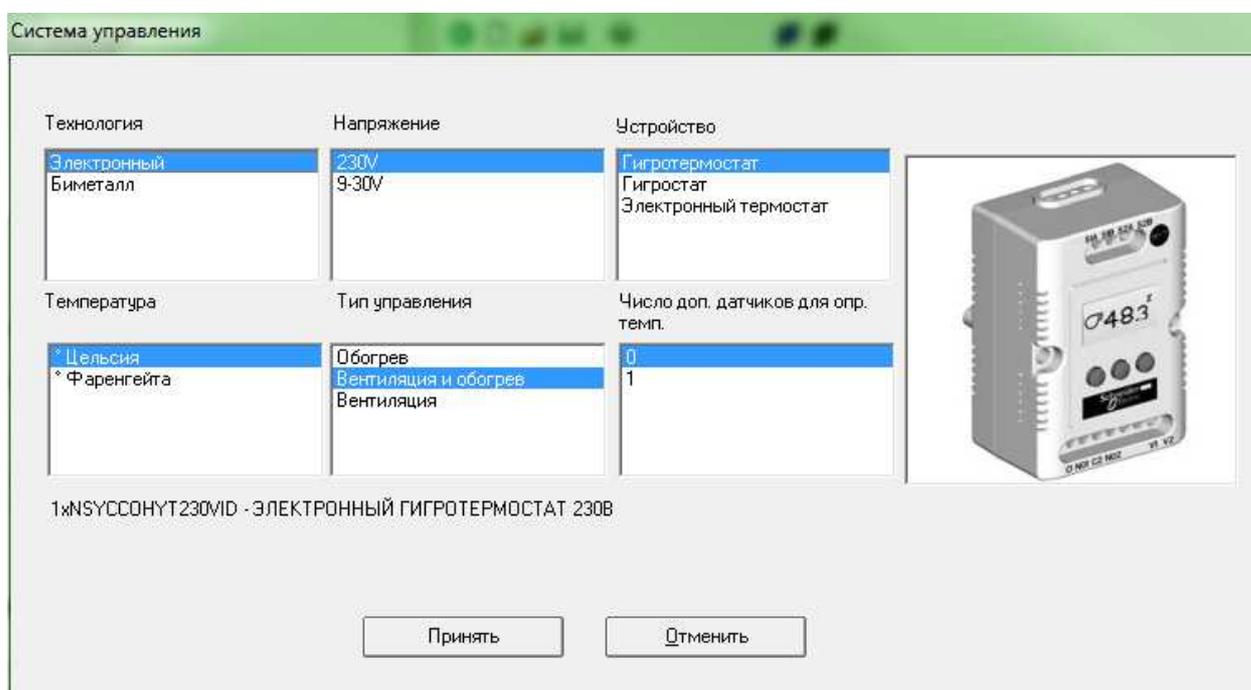

Рис. 21
5.	<p>Система управления Для выбора устройства управления нажмите на кнопку Система управления – см. Рис. 21.</p>